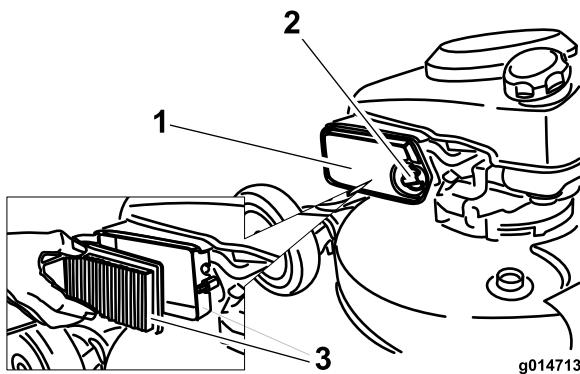

Figura 40
- Aprirete il coperchio del filtro dell'aria con un cacciavite (Figura 40).
2. Sostituite il filtro dell'aria (Figura 40).